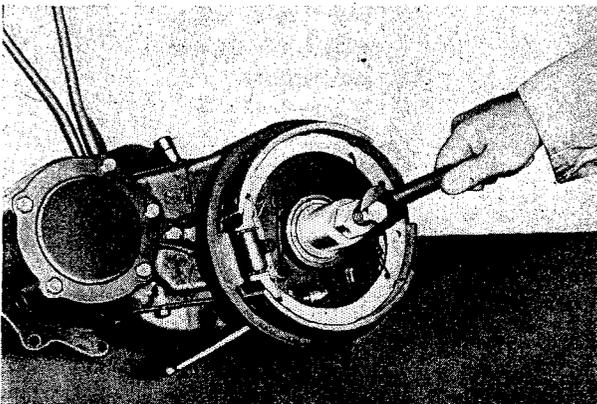

Fig. 155 Abzieher für Simmerring der Ausgangswelle
3. Ziehe den Simmerring mit Werkzeug W-165 aus, wie in Fig. 155 dargestellt.
3. Ziehe den Simmerring mit Werkzeug W-165 so aus, wie es aus Fig. 155 ersichtlich ist.